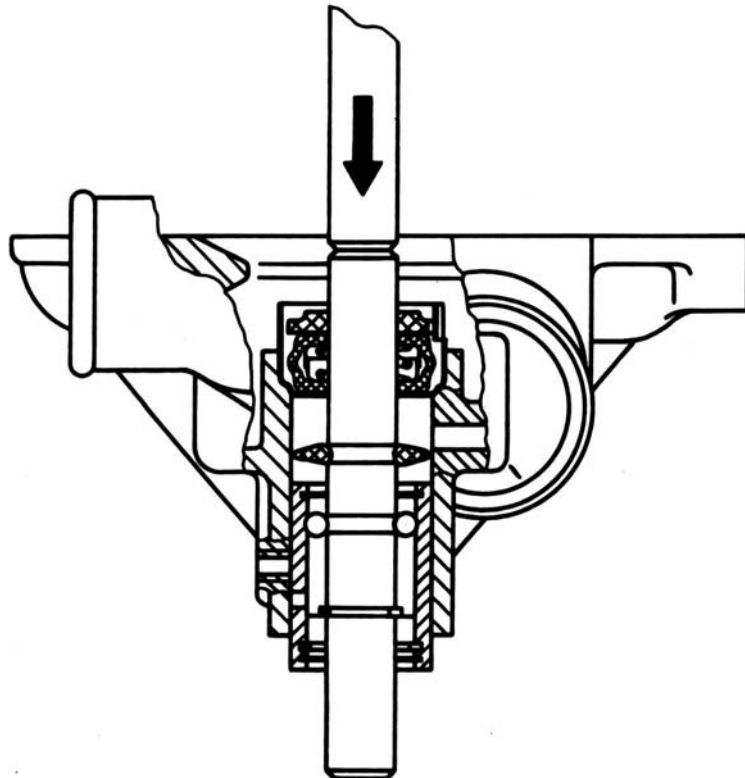

Рис. 3.1.55. Выпрессовка подшипника с валиком насоса
- выпрессовать из корпуса подшипник в сборе с валиком (рис. 3.1.55);